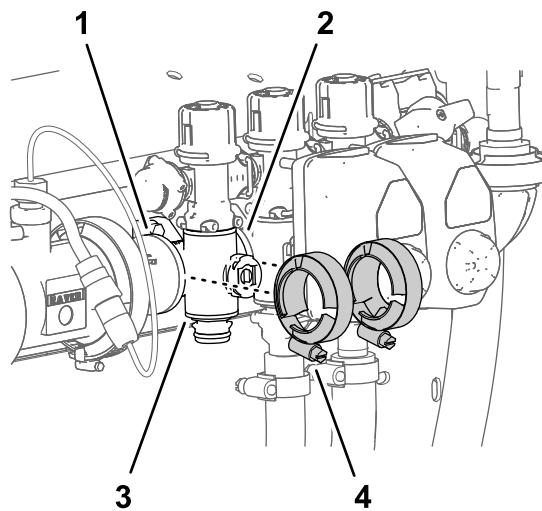

Figure 121
3. Retirez les 2 colliers bride qui fixent la valve de collecteur de section aux brides des composants adjacents (Figure 121).